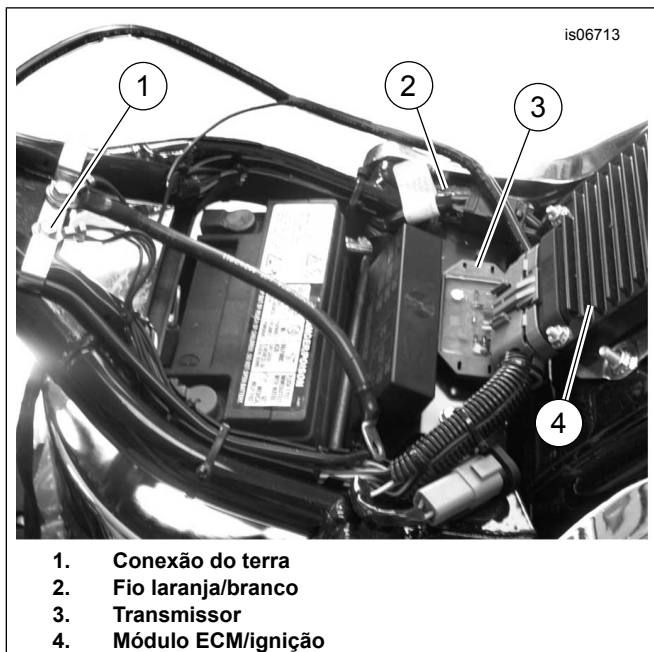

Figura 6. Montagem do transmissor, modelos Deuce ano 2000 e posteriores
3. Veja a Figura 6. Monte o transmissor na superfície abaixo do módulo ECM/ignição. Passe os fios do transmissor para frente pelo lado direito do quadro. Vá para a seção **Conexão do chicote de fios**.